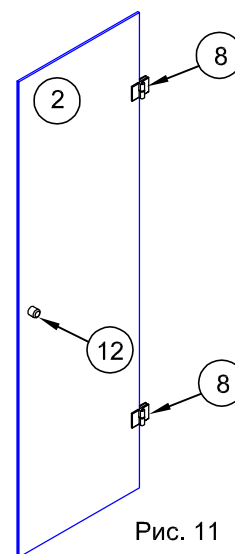

Рис. 11
4.1. Разобрать петли №8 (2 шт.): открутить фиксирующие пластины и снять половину прокладок. Установить петли в вырезы дверей, с внутренней стороны установить прокладки и фиксирующие пластины. Всё скрутить винтами (рис.11). Установить на двери ручку №12.